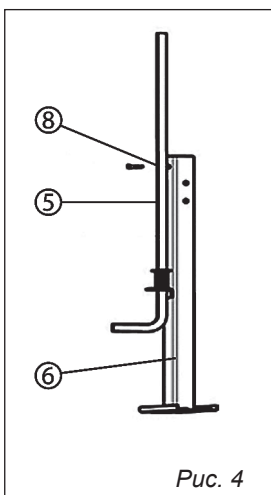

Рис. 4
- Установить педаль фиксации наклона барабана 5, продев через петлю на опоре 6 (рис. 4).